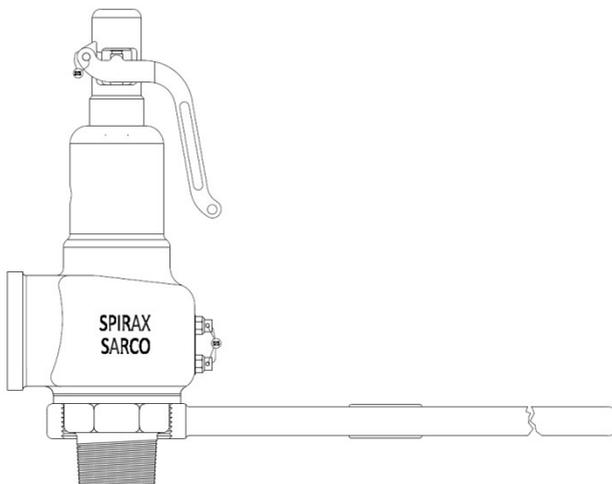

Figura 01
- As válvulas com conexões roscadas devem ser instaladas utilizando-se o corpo (01) como local de encaixe da chave de aperto. Nunca utilize o castelo (22) ou a rosca deste como local de encaixe da chave de aperto, isto afetará a pressão de abertura e o desempenho da válvula (Figura 01).